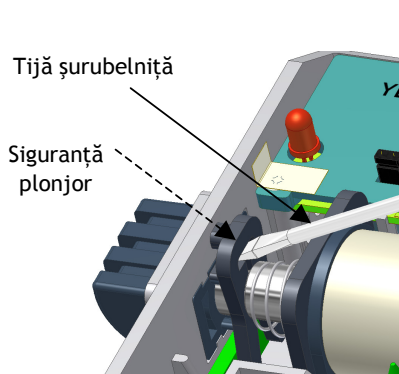

Fig. 4.1
Pe teren sunt cazuri în care este necesară rotirea cu 180° a plonjorului. Construcția yalei permite acest lucru foarte ușor, conform pașilor prezentați mai jos și studiind Fig. 4.1, 4.2 și 4.3:
1. Se scoate cu o șurubelniță cu cap lat siguranța plonjor (din material plastic) - Fig. 4.1.